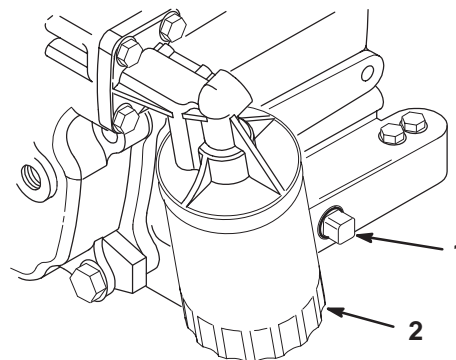

Bild 26
5. Entfernen Sie die Verschlusschraube (Bild 26) und lassen das Öl in ein Auffanggefäß ab. Schrauben Sie die Verschlusschraube wieder ein, nachdem das Öl abgelassen ist.
2. Entsorgen Sie den alten Ölfilter (Bild 26). Ölen Sie die neue Dichtung am Ölfilter leicht mit frischem Öl ein.